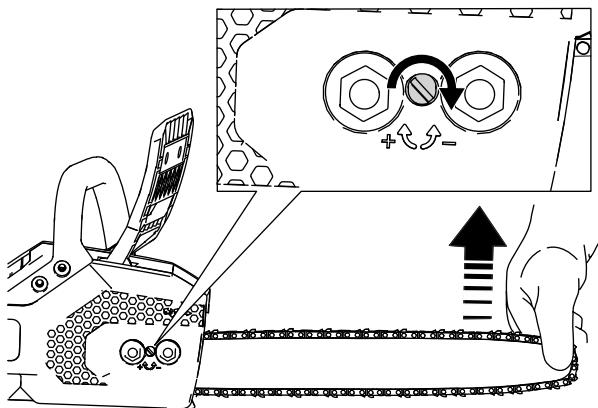

Figura 27
6. Tirate verso l'alto la punta della barra di guida (**Figura 27**).
- **Per aumentare la tensione della catena,** girate la vite di messa in tensione della catena in senso orario (**Figura 27**).